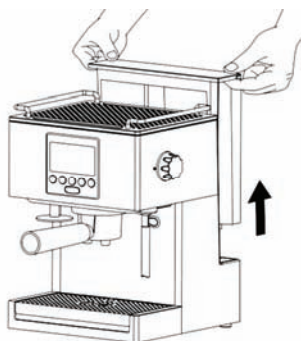

Рис. 1
**ВНИМАНИЕ!** Наливайте вода в резервоара (1) само когато присъединителният кабел е отключен от захранващата мрежа. Вграденият в долната част на резервоара клапан предотвратява изтичане на вода.
- Извадете резервоара за вода (1) като го теглите нагоре (Рис. 1).